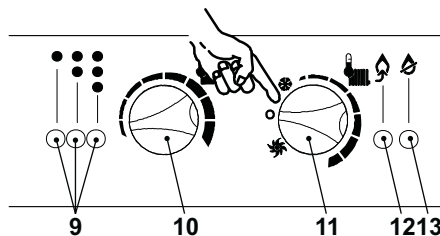

Fig. 7.17
- Colocar el selector 11 como se indica en la Fig. 7.17 para salir de la programación.